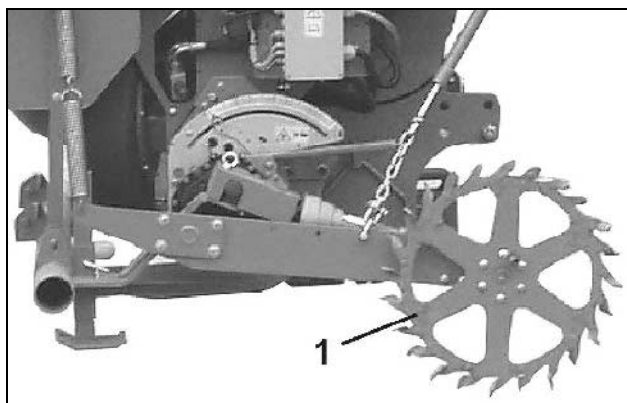

Fig. 25
- Sporehjulet (Fig. 25/1) sørger via vario-girkassen for drivkraft til doseringsvalsen i doseringsenheten (ikke ved elektrisk fulldosering).